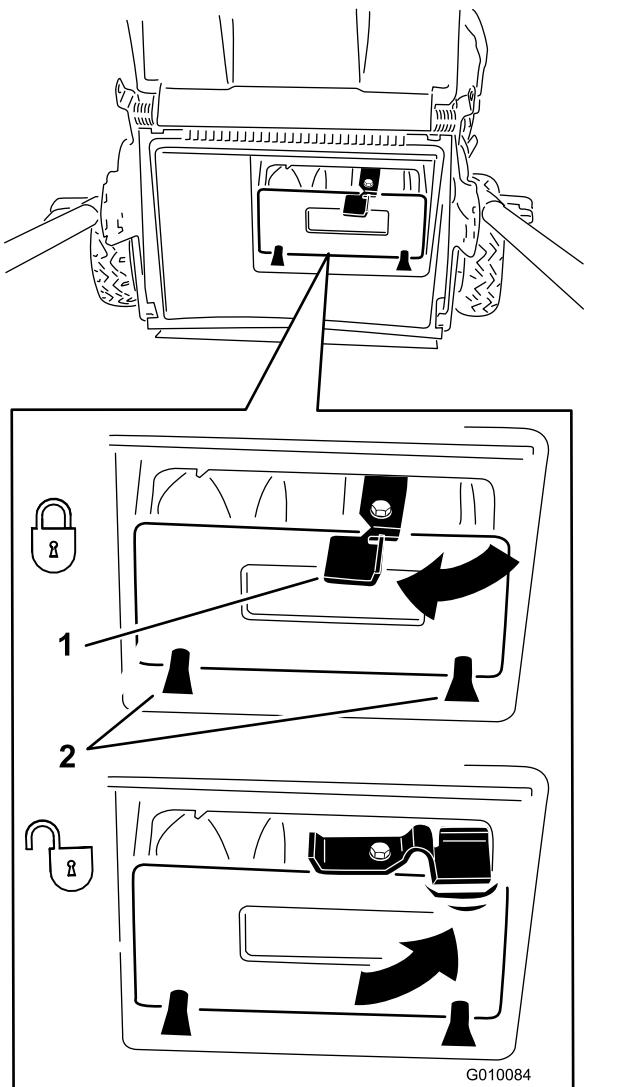

Figura 27
Importante: Verificate che il coperchio di scarico posteriore sia montato. Per bloccare il coperchio, premete con forza il coperchio finché non scatta in posizione dietro le lingue, e ruotate la leva sul coperchio a sinistra (Figura 27).
Nota: Per sbloccare il coperchio, ruotate la leva sul coperchio verso destra (Figura 27).
28), spingete con decisione il coperchio finché non si inserisce con uno scatto dietro le lingette e ruotate la leva sul coperchio a sinistra (Figura 27).